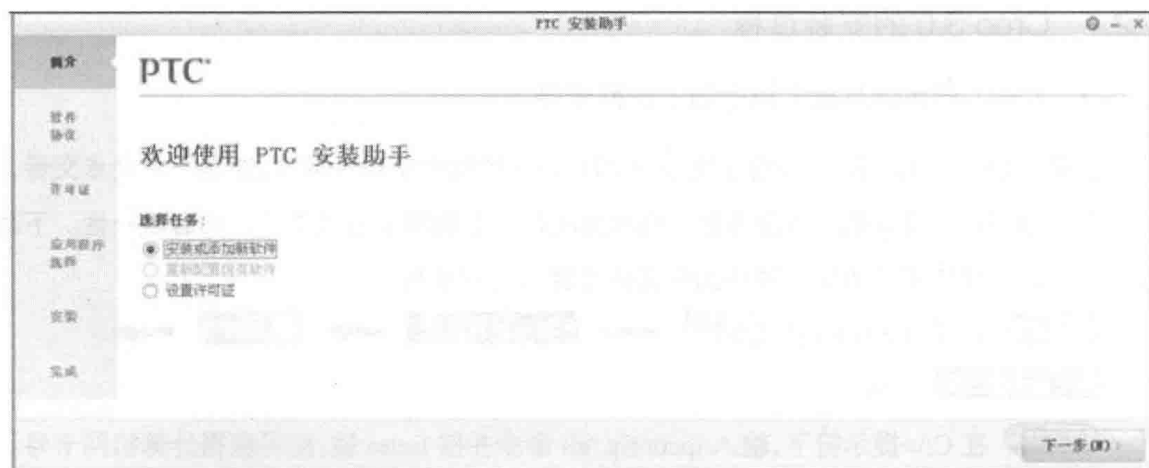

图 1.2.2 系统安装提示
**步骤 02** Creo 3.0 软件有一张安装光盘，先将安装光盘放入光驱内（如果已将系统安装文件复制到硬盘上，可双击系统安装目录下的 `setup.exe` 文件），等待片刻后，会出现图 1.2.2 所示的系统安装提示。